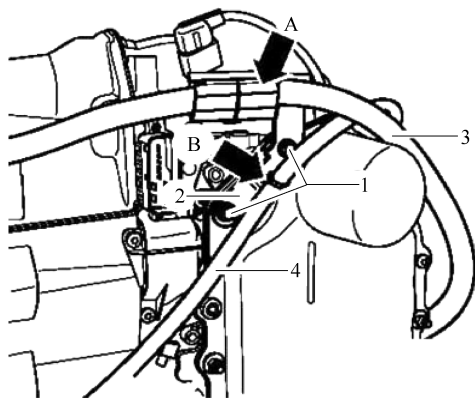

图 4-2-10 拆卸线束
- 25) 松开卡子(箭头 A 和 B)，旋出螺母(1)，取下机械电子单元前部的线束固定支架(2)，以及线束(3 和 4)，如图 4-2-10 所示。